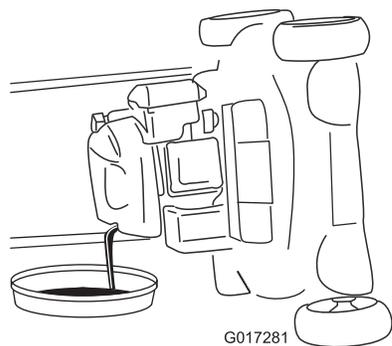

Figure 31
6. Retirez la jauge et laissez l'huile usagée s'écouler dans le bac de vidange (Figure 31).